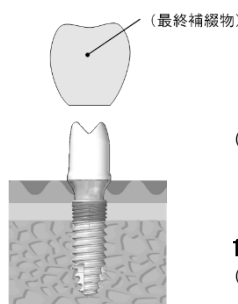

図 7
- (7) 作製した最終補綴物を洗浄・滅菌し、セメントを用いて口腔内に装着したアバットメントに固定する（図 7）。